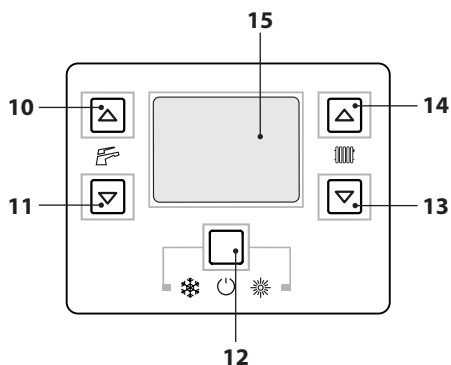
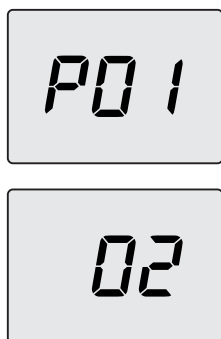
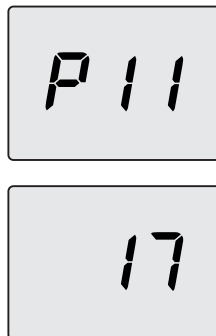

Figura 5.37
Figura 5.38
Figura 5.39
- Entrare in "modalità programmazione" premendo contemporaneamente per 10 secondi i tasti 12-13-14 (Figura 5.37) fino a far apparire sul display LCD le lettere **P01** che si alternano con il valore del parametro, indicanti l'entrata nel "parametro 01" (Figura 5.38).
- Scorrere i vari parametri utilizzando i tasti 13 o 14 fino a far apparire sul display LCD le lettere **P11** che si alternano con il valore del parametro, indicanti l'entrata nel "parametro 11" (Figura 5.39).
- Premendo il tasto 12 (Figura 5.37) si ottiene la conferma del valore inserito.
- Premendo contemporaneamente i tasti 12 e 13 (Figura 5.37) si esce senza modificare il valore (ritorno alla lista parametri Figura 5.39)
- Premendo contemporaneamente per 10 secondi i tasti 12-13-14 (Figura 5.37) si esce dalla "modalità programmazione".